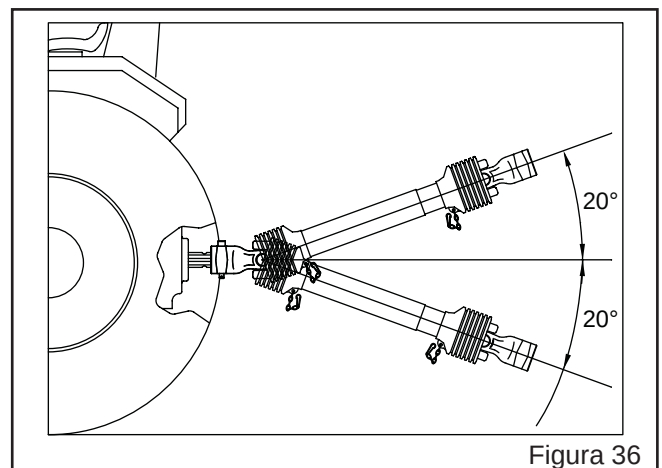

Figura 36
h) Em condições críticas de trabalho o ângulo Máximo de trabalho não pode ser superior a 22° (Figura 36).